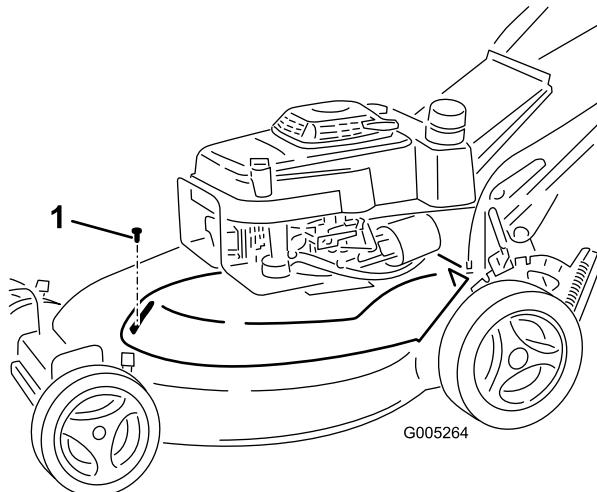

Figura 31
- Togliete la vite che fissa il paracinghia alla scocca del tosaerba (Figura 31).